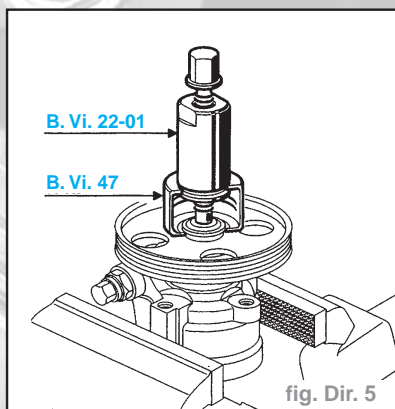

fig. Dir. 5
- Pompe déposée, la mettre dans un étai et extraire la poulie à l'aide des outils B.Vi. 22-01 + B.Vi. 47 (fig. Dir. 5).